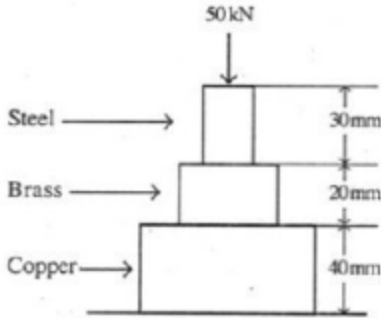

Figure 1
- Q.3 (a) Determine the total compression of a bar made up of three circular cross sections as shown in figure 1 and the diameters being 10 mm, 20mm and 30 mm respectively. Take $E_s=210$ GPa, $E_b=105$ GPa and $E_c=100$ GPa. चित्र 1 में दिखाए गए अनुसार और व्यास क्रमशः 10 मिमी और 30 मिमी के अनुसार तीन परिपत्र पार अनुभागों से बने एक बार के कुल संपीडन का निर्धारण कीजिए। एएसत्र= 210 जीपीए, ईबी = 105 जीपीए और ईसी =100 जीपीए लीजिए।